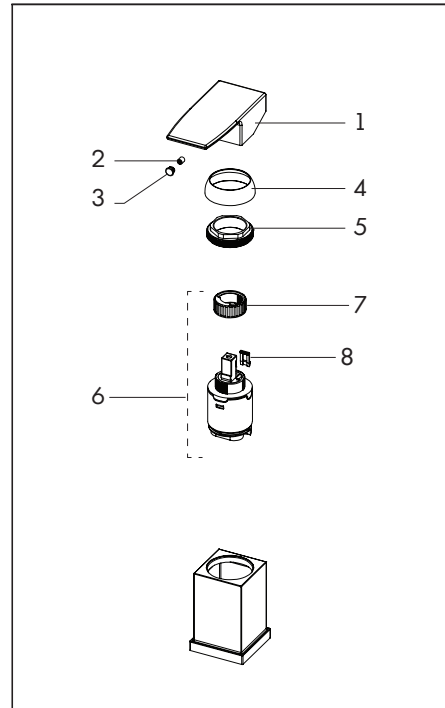

Fig.8
Afterwards, remove the dome cap (4) and the retainer ring (5). Replace with new cartridge and reassemble by reversing steps. Fig.8.
Démonter ensuite le capuchon en dôme (4) et l'anneau de retenue (5). Remplacer la cartouche avec la nouvelle, puis inverser les étapes pour le réassemblage. Fig.8.